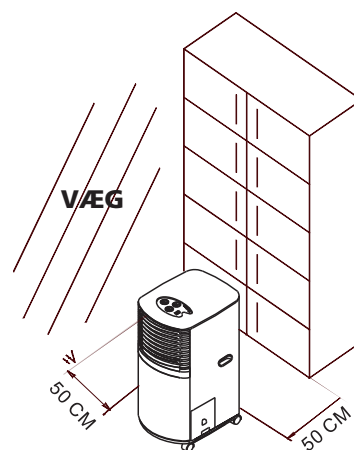

fig. 4
- Sørg for, at der er mindst 50 cm afstand mellem enheden og vægge, møbler eller gardiner (fig. 4).